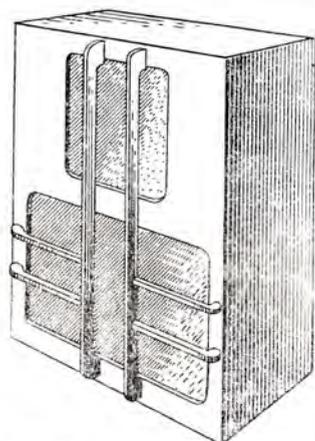

Рис. 9. Громкоговоритель ГРА-2М
**Громкоговоритель ГРА-2М** (рис. 9). Этими громкоговорителями комплектовались усилители типа УСУ-45 и теперь комплектуются усилители УСУ-46.